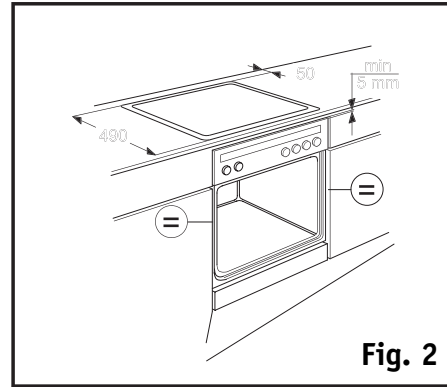

Fig. 2
- Un espace de 5 mm au moins est requis entre le bord supérieur du four et le bord inférieur du plan de travail. **Veillez à ne jamais obstruer cet espace (Fig.2).**